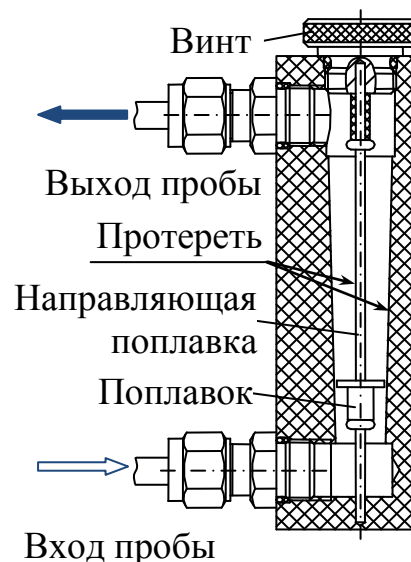

Рисунок 3.1 – Ротаметр (очистка)
Для очистки ротаметра следует (рисунок 3.1):
- открутить винт ротаметра (рисунок 3.1) – установить атмосферное давление в системе;